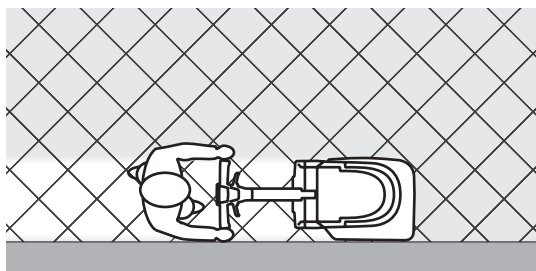

Figura 3
6. Manobre a máquina com as mãos nos manípulos (6) e inicie o trabalho de lavagem/secagem do pavimento.
*Os manípulos (6) são dotados de um sensor para o arranque da escova e da solução detergente apenas se o operador mantém as mãos pelo menos num dos manípulos.*
8. Para a recolha de detritos de médias/grandes dimensões, levante o limpador dianteiro pressionando a alavanca (7). Para permanecer com o limpador dianteiro constantemente levantado, pressione a alavanca (7) e bloqueia-a com a tecla (9A).
9. Se necessário, para utilizar e manter livre a inclinação do guidador, pressione a alavanca (8) e bloqueia-a com a tecla (9B).
*Para desbloquear a função das teclas (9A, 9B) e retornar com o limpador dianteiro abaixado ou o guidador em posição fixa, pressione brevemente a alavanca do limpador (7) ou a alavanca de inclinação do guidador (8).*
10. Em caso de pavimento com sujidade particularmente resistente, é possível aumentar a pressão da escova no pavimento girando o manípulo (19) em sentido contrário ao dos ponteiros do relógio. Rode o manípulo (19) no sentido dos ponteiros do relógio para diminuir pressão.
*Para uma lavagem/secagem correta dos pavimentos nos bordos das paredes, a Advance sugere aproximar-se com o lado direito da máquina como representado na figura 3.*